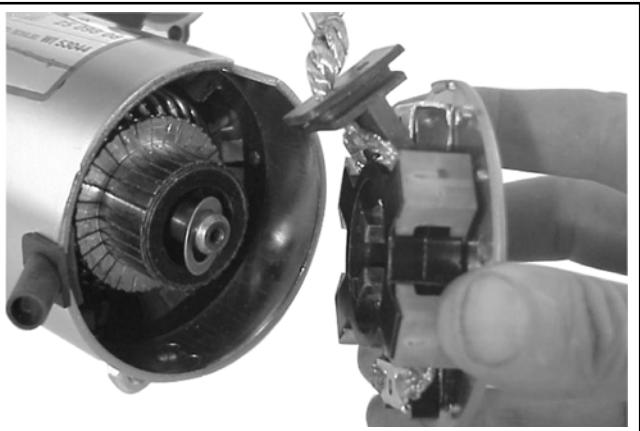

Figura 8-45. Rimozione del gruppo piastra terminale del commutatore.
5. Rimuovere il gruppo piastra terminale del commutatore, contenente il portaspazzole, le spazzole, le molle ed i cappucci di bloccaggio. Rimuovere la rondella reggispinta dall'interno del cappuccio del commutatore. Vedere Figura 8-45.